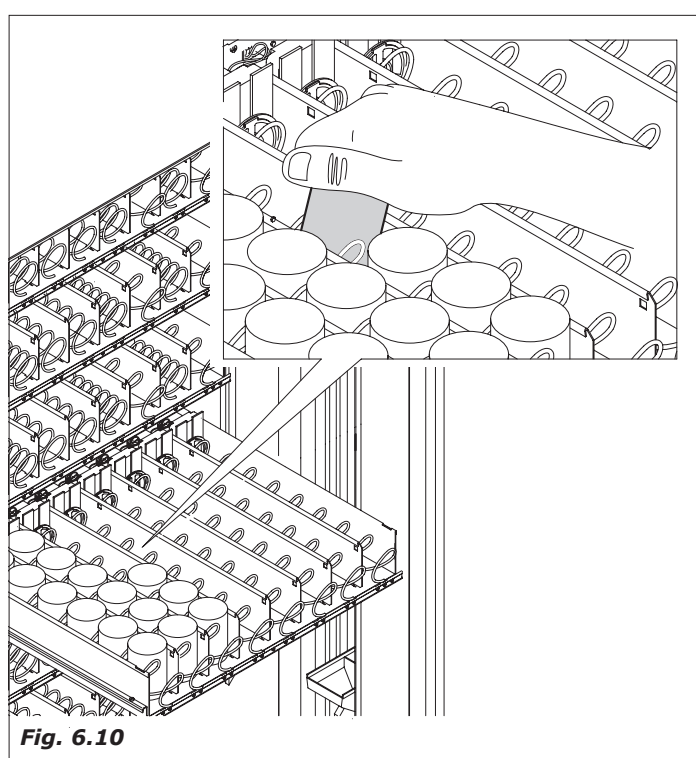

Fig. 6.10
- introduzir os produtos começando pela parte anterior da gaveta até a parte mais interna. Não deixar espaços vazios (Fig. 6.10)